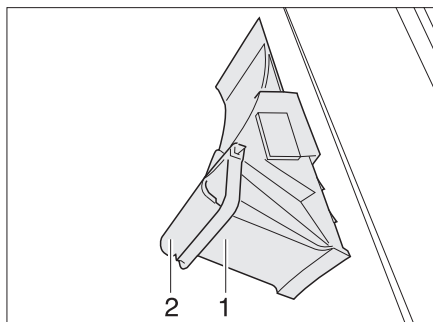

Fig. 16 Cuneo d'arresto
- Ruotare la staffa di supporto (Fig. 16,2) verso il basso.
- Prelevare il cuneo d'arresto (Fig. 16,1) dal supporto.